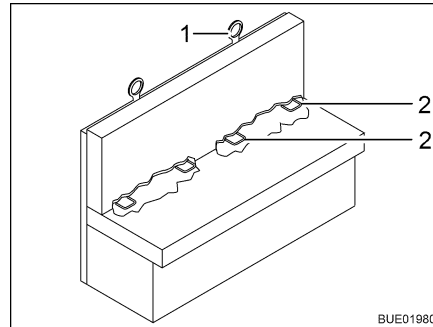

Fig. 24 Sistema de sujeción para sillas de seguridad para niños ISOFIX
Si el vehículo está equipado con un sistema de sujeción para sillas de seguridad para niños ISOFIX, los asientos apropiados para el mismo estarán marcados con el símbolo ISOFIX. Estos asientos del vehículo dispondrán de estribos de sujeción (Fig. 24,2) y otro punto de anclaje en la parte superior del respaldo (Top Tether) (Fig. 24,1). Usar unos sistemas de retención infantil apropiados para ISOFIX. Los sistemas de retención infantil tienen brazos de enganche que se engatillan en los estribos de sujeción del asiento del vehículo.
- Si es posible, fijar el asiento infantil adicionalmente en el Top Tether (Fig. 24,1).